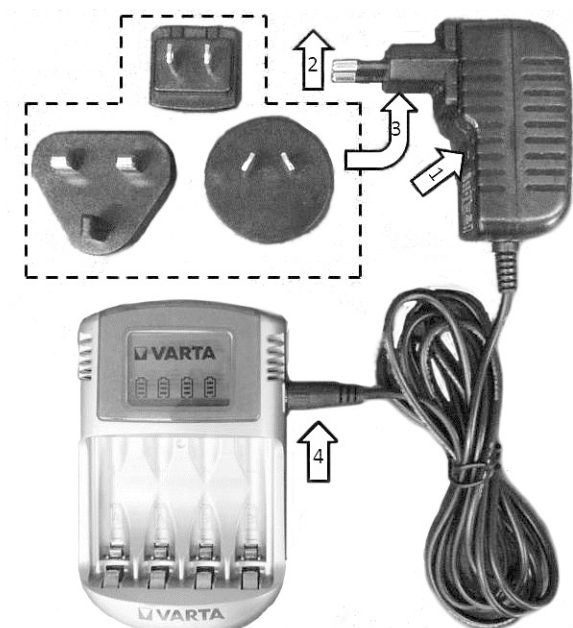

Bild 3-2 Wechseln des Steckers, Verbinden des Ladeteils
- drücken Sie den Knopf unterhalb des Steckers und halten Sie ihn gedrückt (1, Bild 3-2)